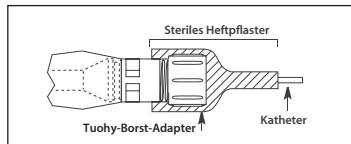

Abbildung 8
- Das Ende des Katheter-Kontaminationschutzes mit dem Tuohy-Borst-Adapter sollte mit steriel Heftplaster gesichert werden, um Bewegungen des Einführungskatheters zu hemmen (siehe Abbildung 8).